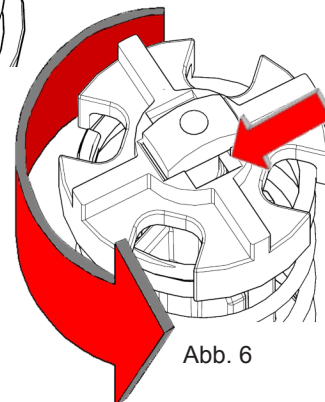

Abb. 6
6. Den Schalthebel hinunter auf AUS (abgesenkt) stellen (Abb. 6), um den Motor abzustellen.
3. Den Bypassventilhalter um 90 Grad nach rechts drehen, damit die Feder diesen zurück nach oben drücken kann, bis er Kontakt mit der Arretierung hat. Die Arretierung MUSS in der Ausnehmung im Bypassventilhalter sitzen (Abb. 6).